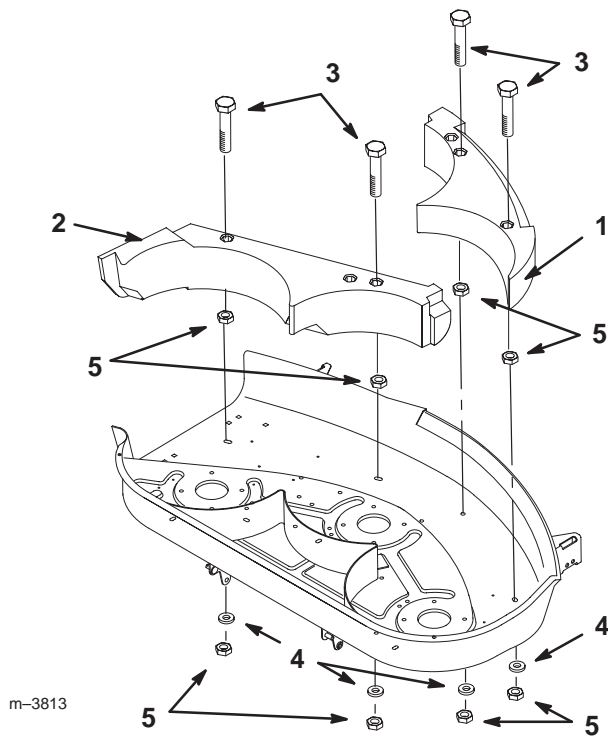

Abbildung 4
2. Linkes und rechtes Ablenkblech so in die Mähwerkkammer setzen, daß die langen Zinken ineinandergreifen. Die Bleche mit (4) 5/16" Sicherungsmuttern und (4) Sicherungsscheiben befestigen (Abb. 4).